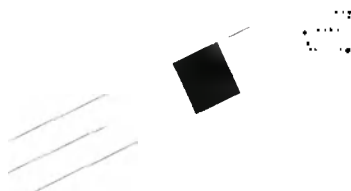

Рис. 09: Наконечник катушки должен выступать из катетера на 2 мм
- Наконечник катушки должен слегка выступать (2 мм) из катетера (рис. 09) для облегчения процесса доставки катушки. Если катушка перемещается обратно в катетер во время его движения, она должна быть обратно помещена в проводниковый катетер, как это показано на рис. 09.